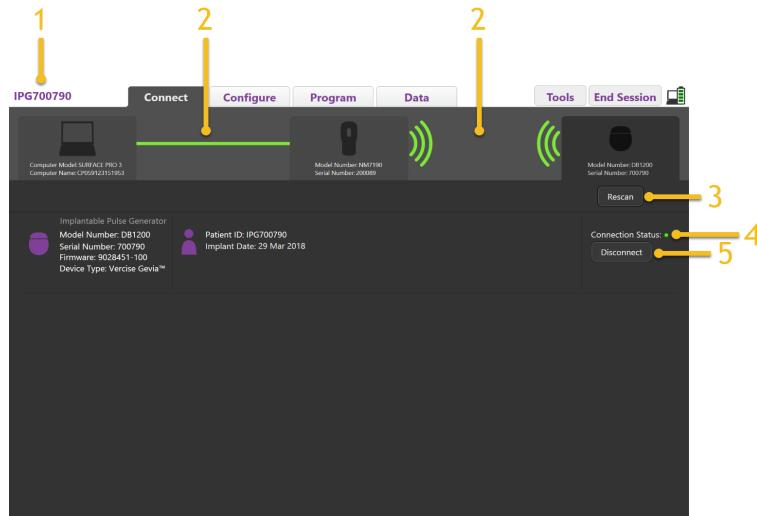

Figura 4. Connessione stabilita tra il CP e lo Stimolatore
5. Una volta che la connessione tra il CP e lo Stimolatore è stata stabilita, apparirà la seguente schermata (Figura 4).